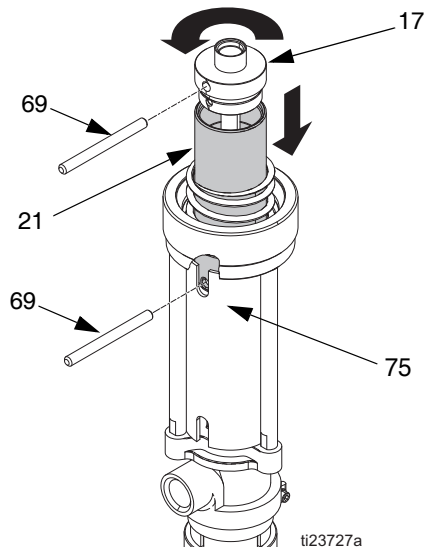

FIG. 13
- Passa in spåret i skyddet (75) mot kolvhålet och sätt i stiftverktuget (69) i kolvhålet för att hindra att kolven vrids. Använd det andra stiftverktuget (69) för att skruva av kolvlocket (17) och separera från kolven (21) för att exponera stiftet (19). Se FIG. 13.